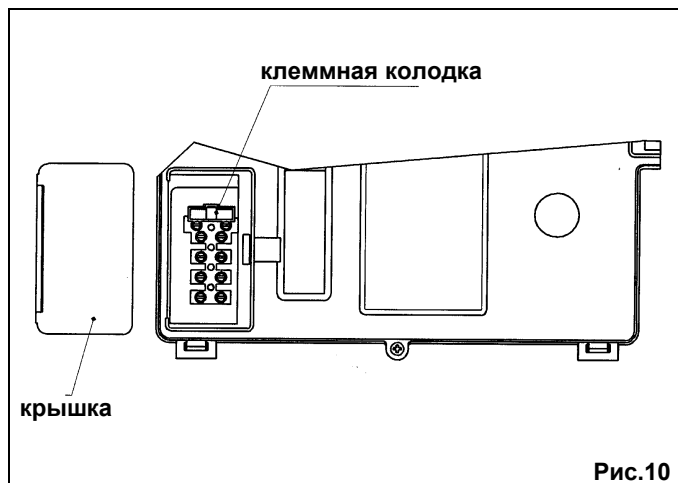

Рис.10
- для доступа к контактам снимите крышку (рис.10)